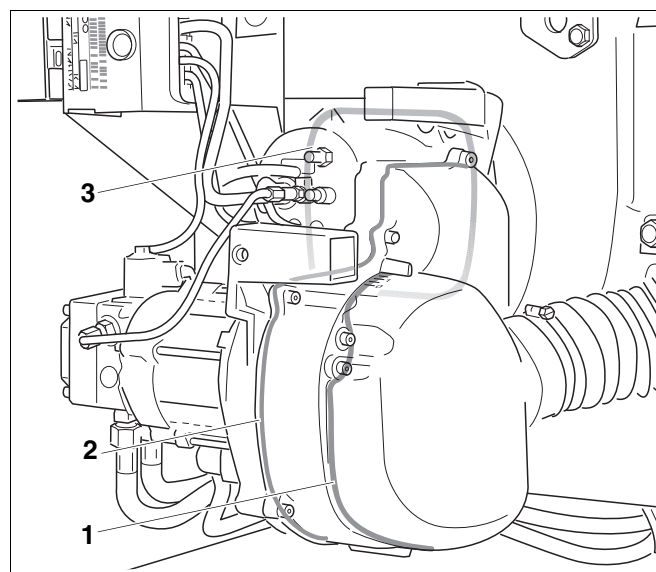

Рис. 33 Дополнительное уплотнение Logatop SE RLU
- плоское уплотнение фланца горелки (Рис. 33, поз. 3)
- уплотнение шумоглушителя (Рис. 33, поз. 1)
- уплотнение основания корпуса круглым шнуром (Рис. 33, поз. 2).